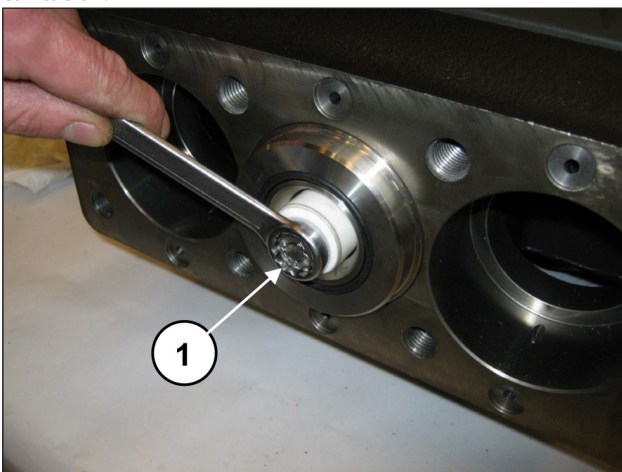

Fig. 166
Desmontar los pistones aflojando los tornillos de fijación (pos. ①, Fig. 166).